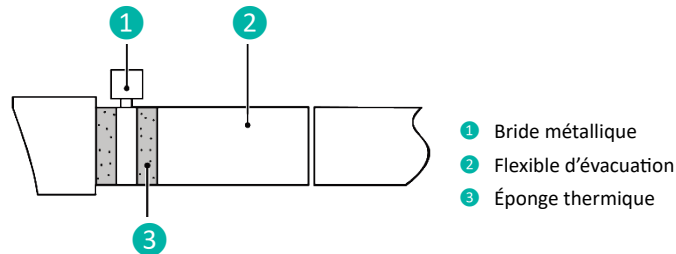

Fig. 4.3.2
- 1 Insérez le tuyau d'évacuation dans le trou d'évacuation et serrez-le avec des rubans, comme illustré à la Fig.4.3.2. Le modèle avec pompe à eau est fourni avec un tuyau d'évacuation tandis que pour les autres modèles, vous devez vous procurer vous-même le tuyau d'évacuation.